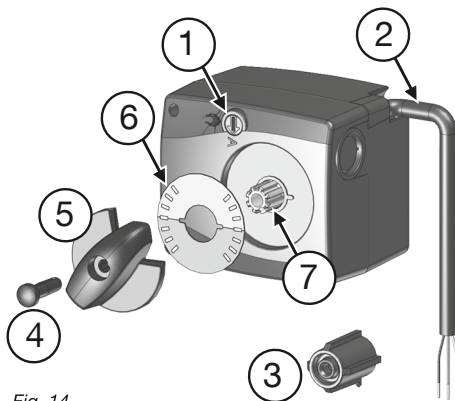

Fig. 14
3. Retirer le **bouton tournant (5)** et le **bouchon (4)** de l'**arbre creux (7)**.
4. Tourner le **disque indicateur (6)** de 180° de telle manière que la **zone rouge soit orientée vers le haut** (fig. 14).
5. Replacer le **bouton tournant (5)** et le **bouchon (4)** sur l'**arbre creux (7)**.